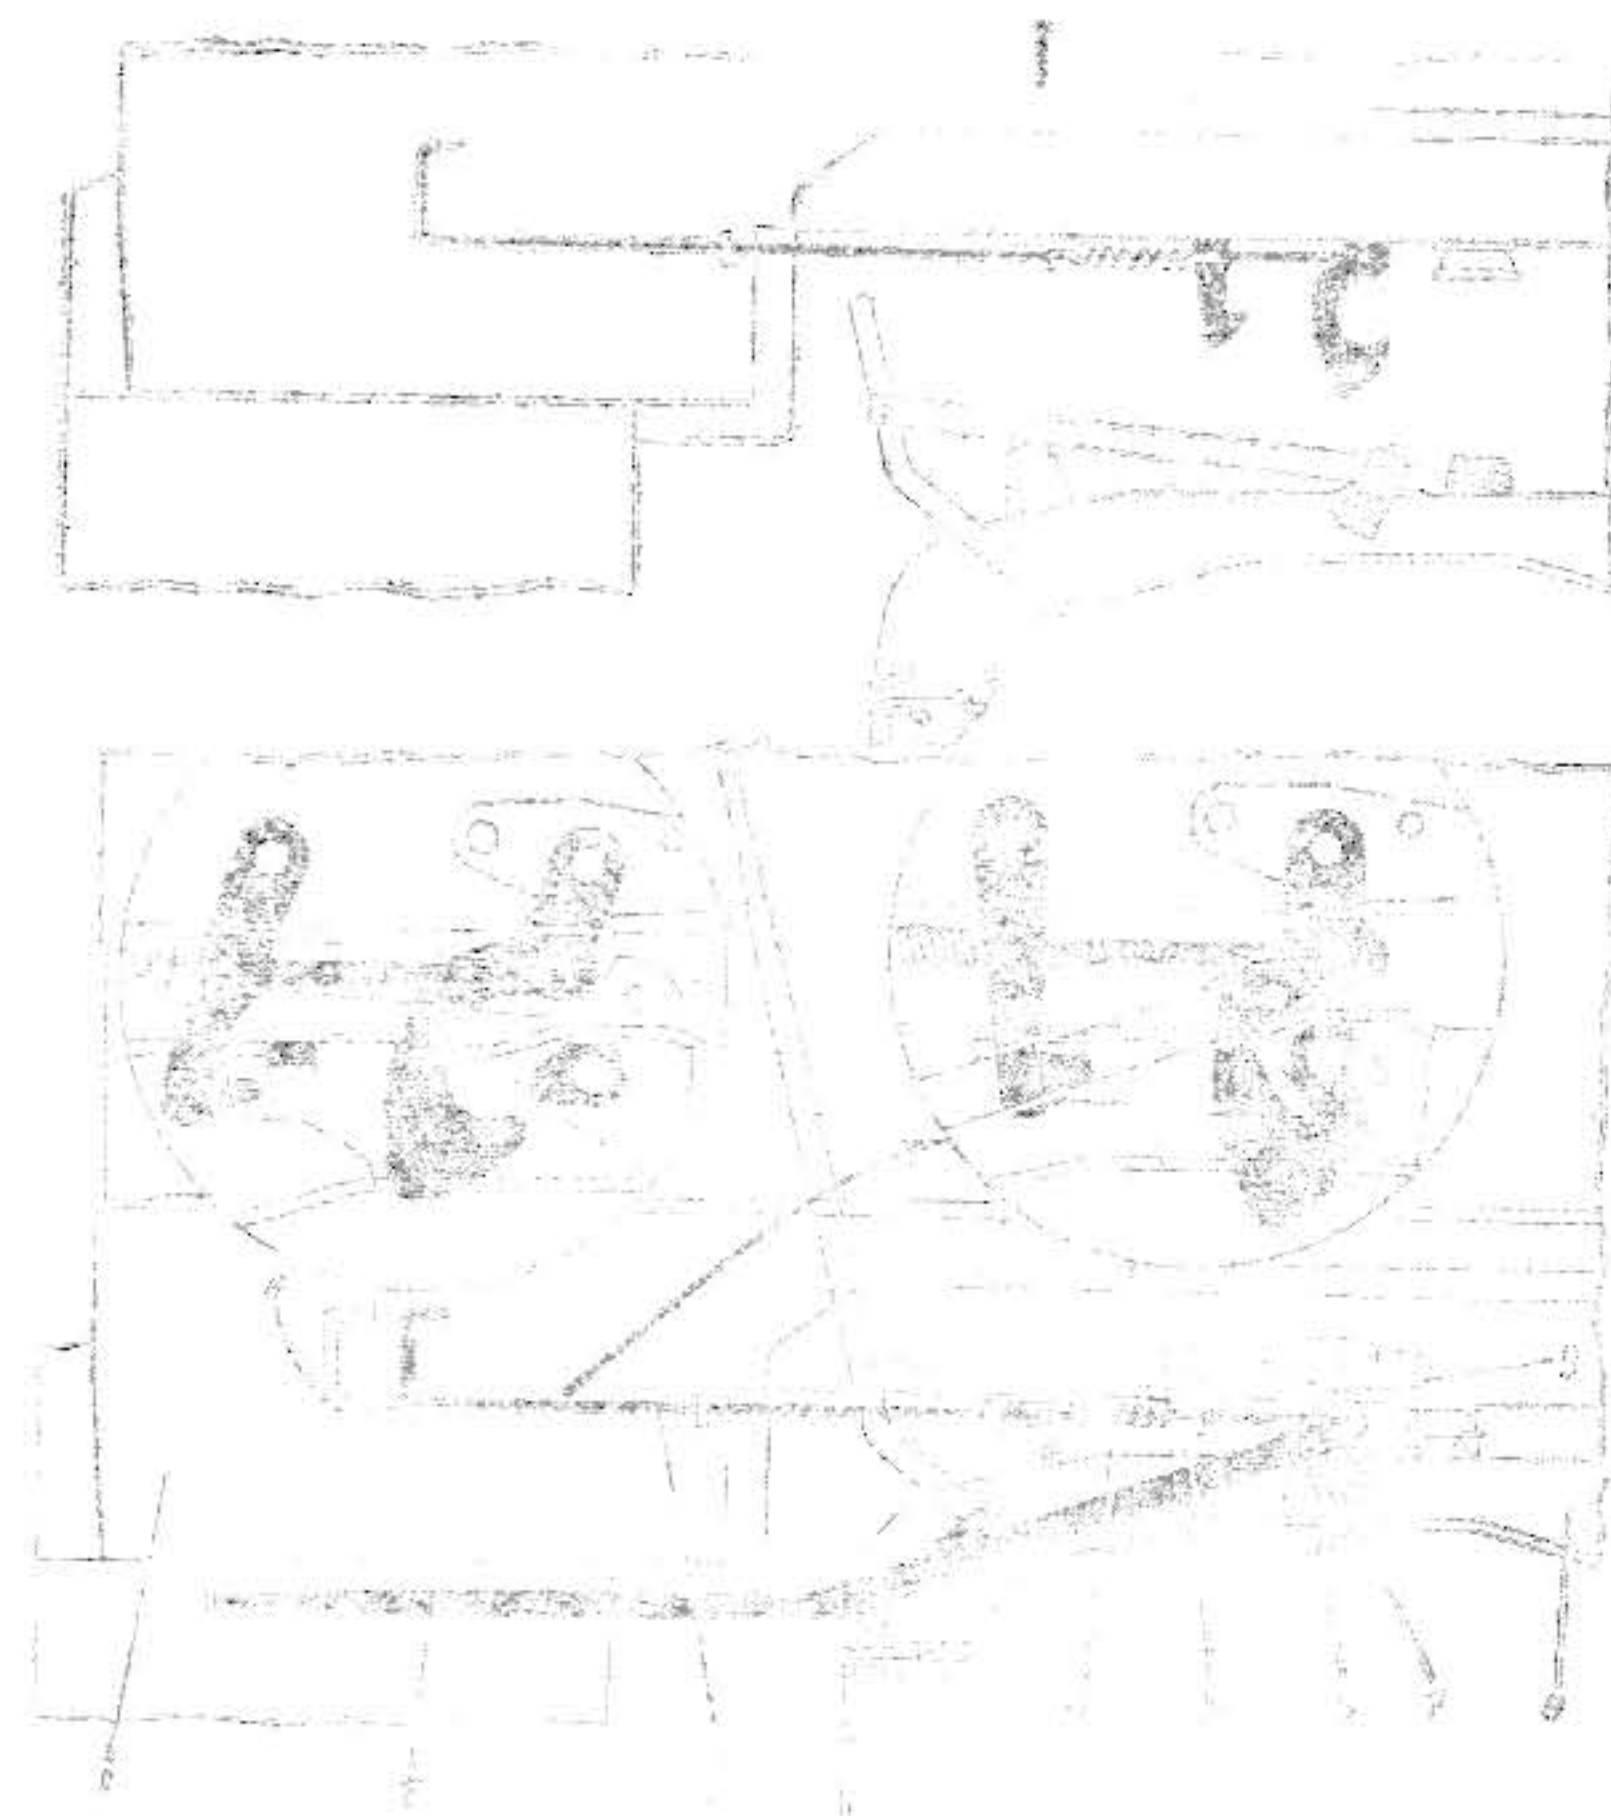

Рис. 70. Запорный механизм кабины.
В рабочем положении кабина кабины опирается на три резиновых буфера и закрепляется забором механизма кулачкового типа. Запорный механизм состоит из поперечины 8 (рис. 70), закрепленной на раме, шарнира 6 и предохранительного крючка, соединенных между собой тягой 5, которая служит для вывода крючка из зацепления с кулачком 7 и поперечины 8. Закрытие кабины производится рычагом 2.
2. Рычаг 2 в рабочее положение, рычаговое устройство на рис. 70.
2. Опустить кабину до зацепления запорного крюка 6 (см. рис. 70) с кулачком 7 и предохранительного крюка 5 с поперечной 8.